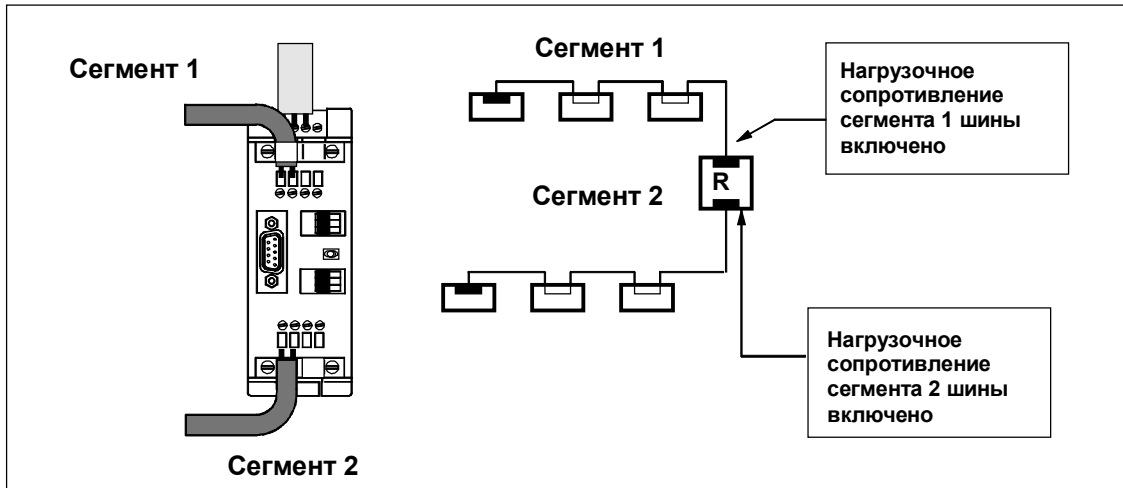

Рисунок 5-3 Подключение двух сегментов шины к повторителю RS-485
)1 Если нагрузочное сопротивление включено, все устройства, присоединенные к шине справа, являются отключенными (см. Рисунок 5-3) !
- Сегмент 1 и сегмент 2 с подключенной оконечной нагрузкой в повторителе RS-485 (см. Рисунок 5-3)